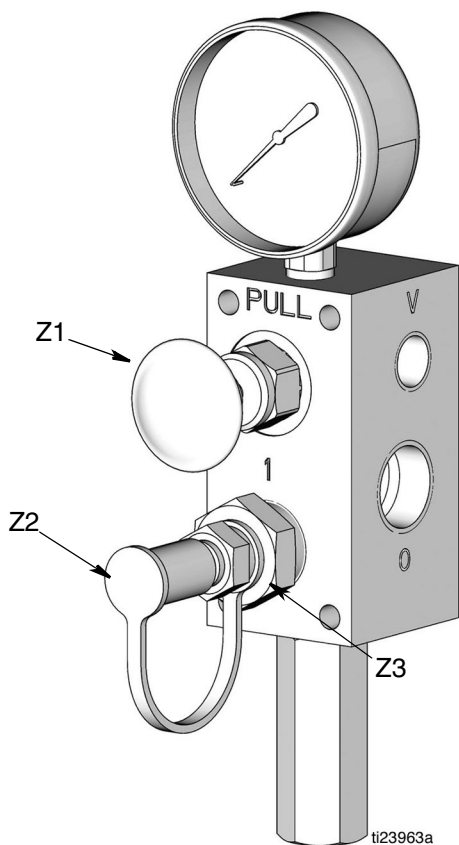

FIG. 18
3. Rimuovere il coperchio antipolvere giallo (Z2) dal raccordo di riempimento (Z3) (FIG. 18).
4. Collegare la linea di riempimento (AA) tra la pompa della stazione di riempimento remoto (P) e l'attacco del raccordo di riempimento (Z3) contrassegnato con "I" (FIG. 18).
5. Avviare la pompa della stazione di riempimento remoto (P).
6. Quando il serbatoio (K) è riempito:
- la pompa della stazione di riempimento remoto (P) entra in stallo (perdita di pressione),